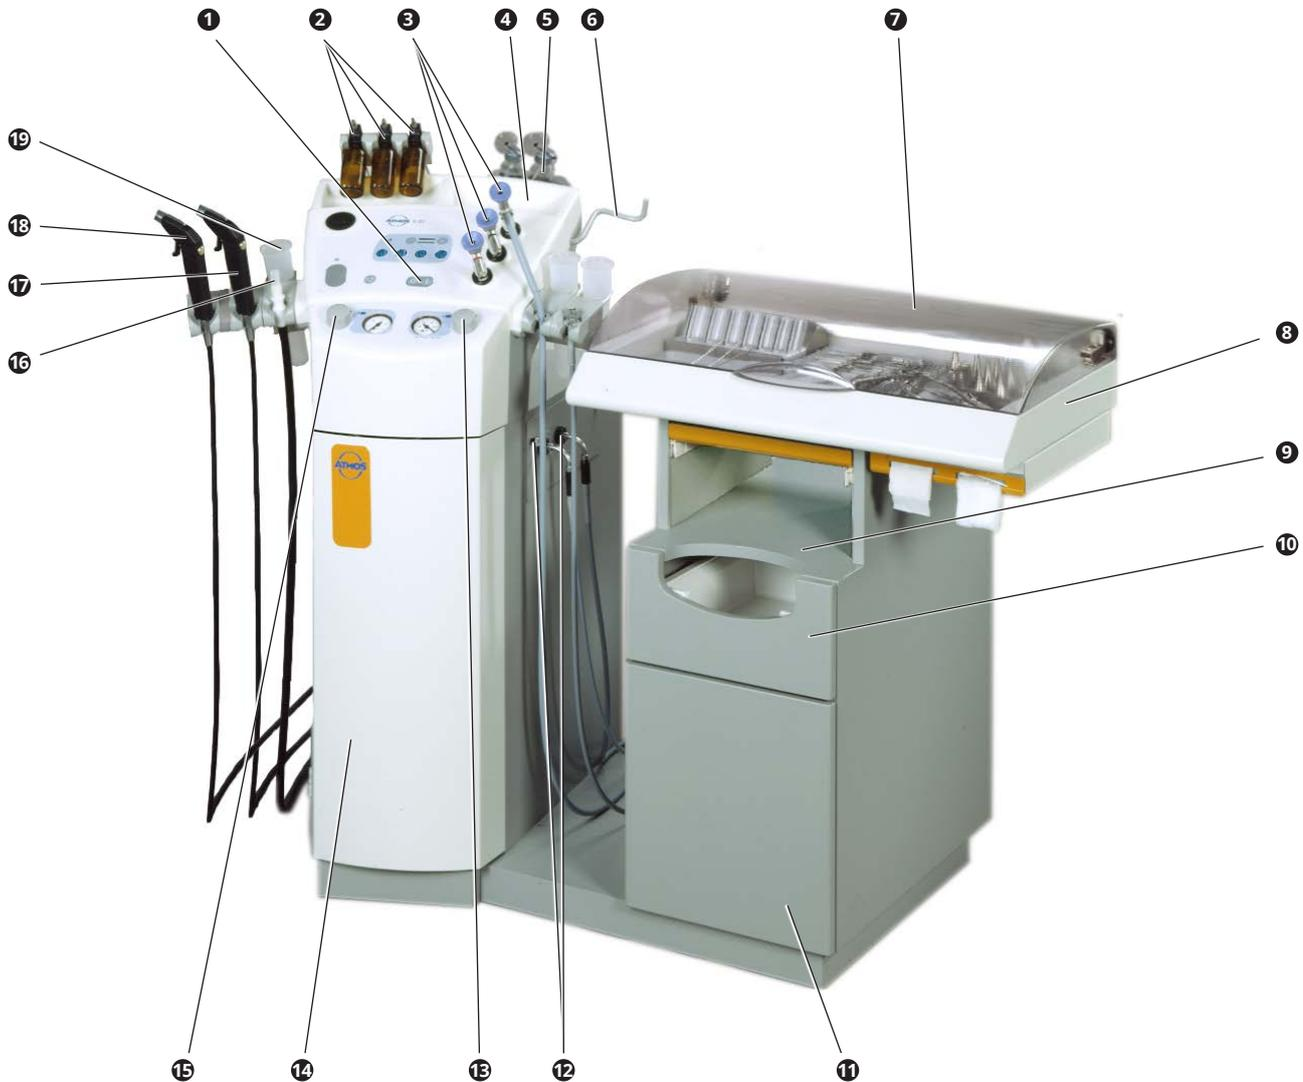

Bild 1. ATMOS C 21 / C 31 Frontansicht
- Die ATMOS C 21 / C 31 wird mit dem Hauptschalter (1, Bild 1, Seite 8) in Betrieb genommen.